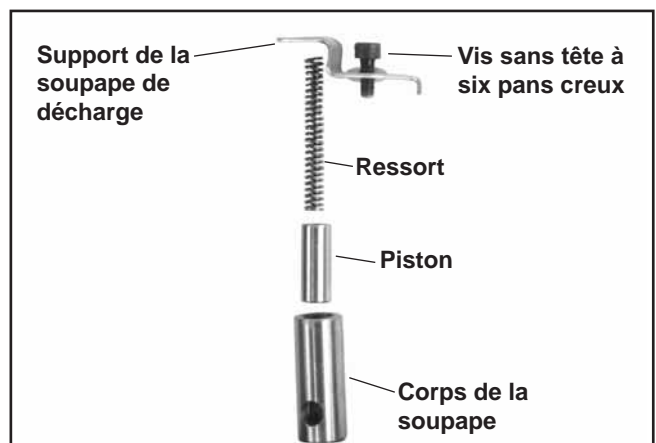

Figure 9-44. Dépose du corps de la soupape de surpression d'huile, du piston et du ressort (modèle plus ancien).
3. Identifier le type de soupape de surpression d'huile utilisé. Si l'ensemble de la soupape de décharge est comme celui indiqué à la figure 9-44, retirer la vis à tête cylindrique à six pans creux, le support de fixation, le corps de soupape, le piston et le ressort. Si la soupape de décharge est comme celle de la figure 9-45, il n'est pas nécessaire de la retirer. Voir la note sur la page suivante.